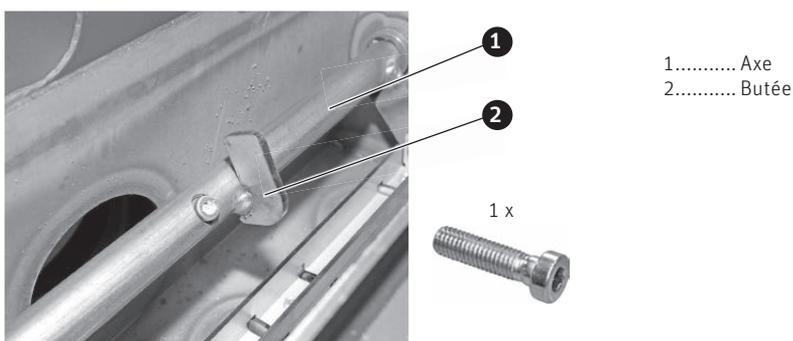

Fig. 41 Visser solidement les arbres ensemble dans l'axe
- ▶ Visser fermement les deux arbres dans l'axe (la butée doit être orientée vers le haut) (vis à tête cylindrique à six pans creux M8x30). Ne pas visser l'axe à l'arbre – Fig. 41.